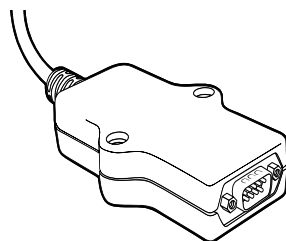

Figure 3
1. Brancher le programmeur portable Q-Logic™ (page précédente) à l'affichage amélioré Q-Logic™ ED ou à la manette autonome si le SCIM (module d'entrées de commande spéciale- Figure 3) est en cours d'utilisation.
Si vous utilisez le module d'entrée de commande spéciale Q-Logic™ (SCIM Figure 3), vous aurez besoin d'un type d'interrupteur mécanique pour le brancher dans sur le port d'alimentation de la manette autonome pour mettre le fauteuil en marche / arrêt et s'assurer que le SCIM est le module de commande principal. Le programmeur Q-Logic™ est nécessaire.
1. Brancher le programmateur portatif Q-Logic™ à l'affichage amélioré Q-Logic™ ED ou à la manette autonome si le SCIM (module d'entrées de commande spéciale- Figure 3) est en cours d'utilisation.